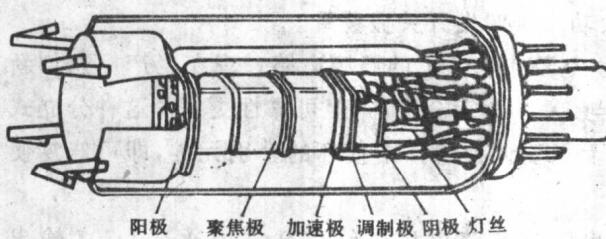

图 1-1-6 自会聚彩管电子枪的结构
(1)一字形电子枪。彩管中的电子枪的结构如图 1-1-6 所示,管内红、蓝、绿三个阴极在水平方向一字形排列,彼此的间距很小。同时,管内采用单片三孔栅极,使三条电子束的定位可以很精确。其中栅极、加速极、聚焦极和阳极构成大口径电子透镜,这种结构使电子束的会聚误差几乎为零,图象有较高的清晰度。彩管电子枪除了有三个独立的阴极,以便分别输入三基色信号和调整白平衡外,其它各电极都采用公共引线。